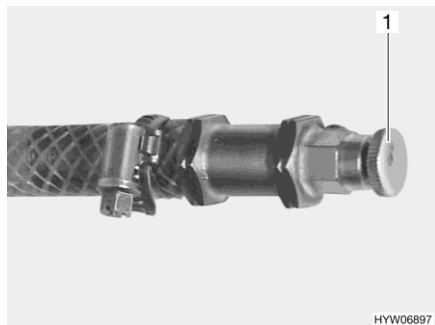

Fig. 310 Soupape de purge pour le chauffage à eau chaude
- Ouvrir la soupape de purge (Fig. 310,1) et la laisser ouverte, jusqu'à ce l'air soit complètement évacué du circuit.